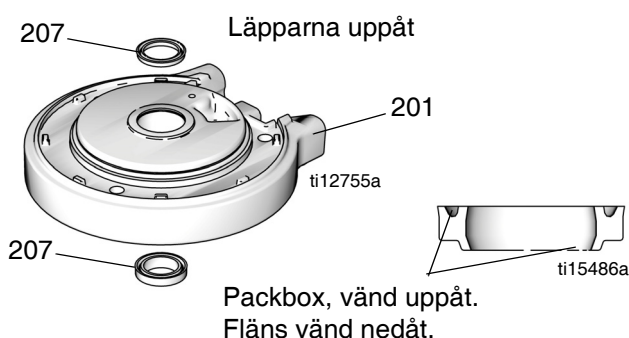

FIG. 8: Installation av packbox till luftmotor
2. Smörj insidan av cylindern (205). Sänk ner cylindern på toppskyddet (210).
3. Smörj och installera o-ringen (204) på kolven (219).
4. Trä ner kolvenheten (219) i cylindern (205). Se till att o-ringen (202) sitter kvar på plats.
5. Installera avskärmningen (206) runt cylindern (205) och i spåret på toppskyddet (210).
6. Se FIG. 8. Smörj och installera ny packbox med fläns (207) i botten av lagret i bottenkyddet (201). Packboxen måste vändas uppåt och flänsen nedåt. Smörj och installera ny packbox (207) överst på lagret. Läpparna måste vara riktade uppåt.